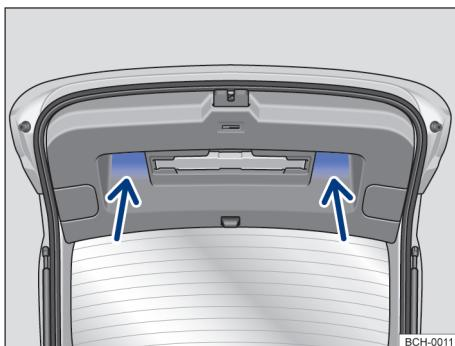

Fig. 59 Tampa traseira aberta: rebaixos (setas) para puxar e fechar.
- Puxar a tampa traseira pelo rebaixo no revestimento interno → Fig. 59 com impulso para baixo, de modo que se encaixe na fechadura → .